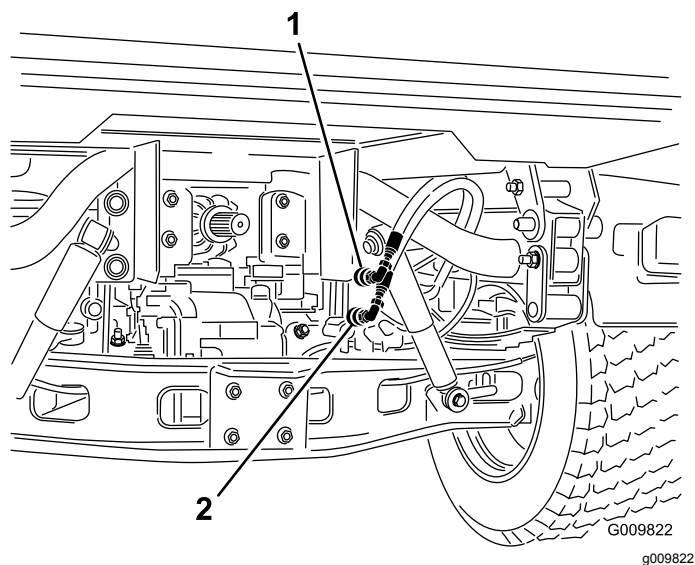

Figura 83
2. Desligue, em ambas as máquinas, as 2 mangueiras de acoplamento rápido das mangueiras ligadas ao suporte do acoplamento (Figura 83).